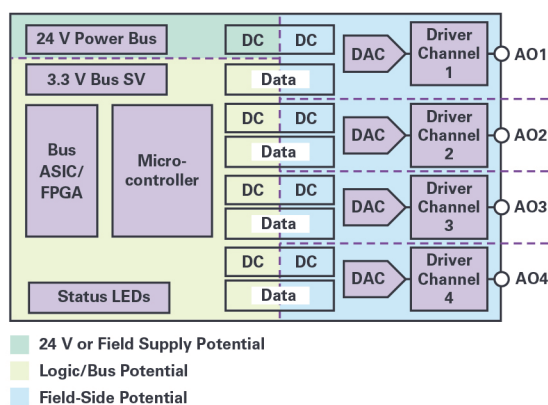

图1. 隔离式模拟输出系统框图。
当今典型的可编程逻辑控制器(PLC)包含许多模拟和数字输出, 用来控制和监视工业及生产过程。模块化被广泛采用, 并且在输入和输出(I/O)方面, 它涵盖了模拟I/O和数字I/O的基本功能。模拟输出提出了一个特殊的挑战(如图1所示), 因为需要在众多不同负载条件下提供高精度的有源驱动设定值。有源驱动器级此时变得尤为重要; 损耗应尽量小。
- ▶ 隔离式驱动器电源：出于安全考虑，PLC总线与I/O模块之间始终保持电气隔离。图1采用不同颜色显示了这种隔离，其中包括逻辑（总线）端、电源和现场端输出的三种不同电位。